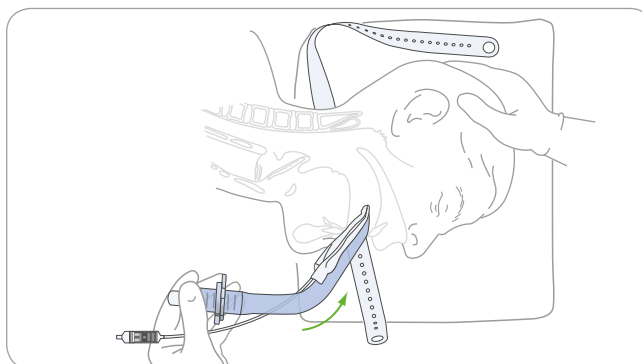

Figura 10. Avansați perna prin apăsare în gură, păstrând presiunea pe palat
8. Apăsați vârful distal pe partea interioară a dinților sau gingiilor superioare, așa cum este ilustrat în **Figura 10**.